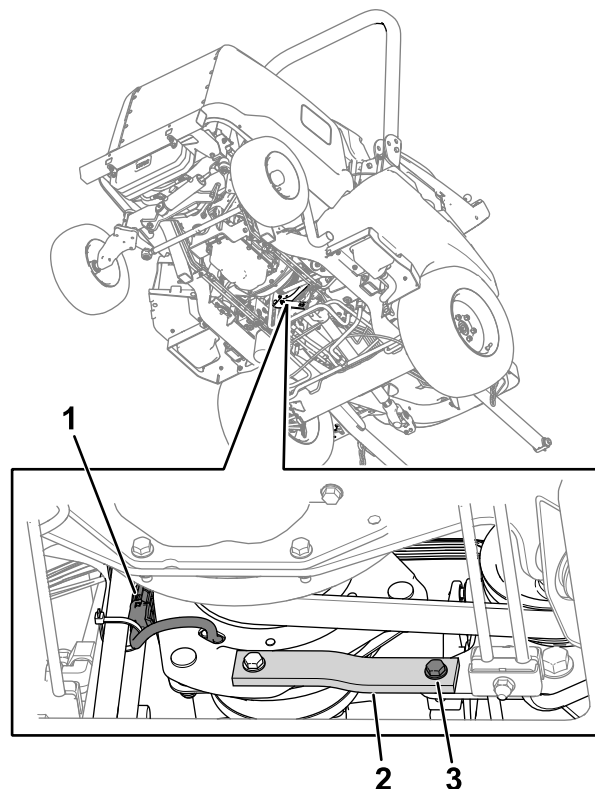

Figure 77
2. Débranchez le connecteur du faisceau de l'embrayage du faisceau de la machine (Figure 77).
3. Retirez le boulon, la rondelle et l'écrou de la sangle en caoutchouc (Figure 77) sur le cadre.